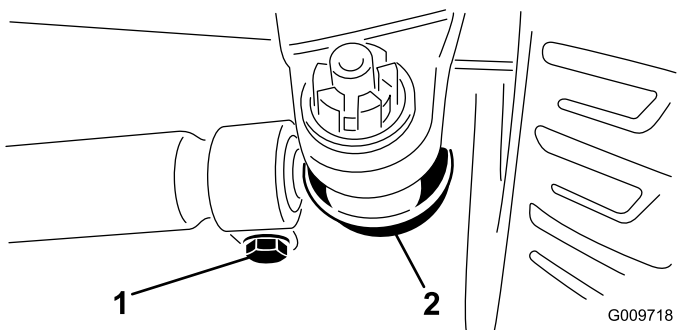

Figure 111
3. Pour le régler le pincement, retirez la goupille fendue et l'écrou de l'une des rotules de biellette (Figure 111).
5. Desserrez les fixations aux deux extrémités des biellettes (Figure 111).